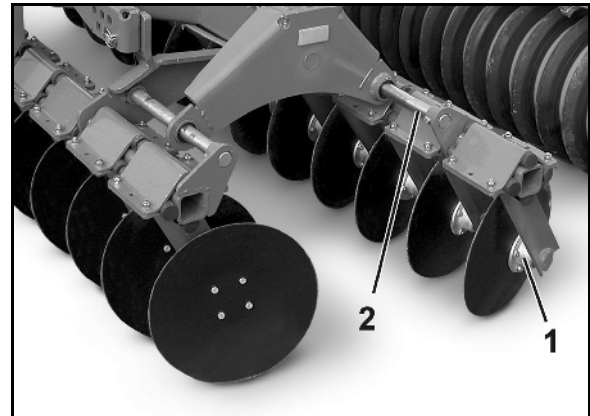

Fig. 10
Die Lagerung der Hohl­scheiben (Fig. 10/1) besteht aus einem zweireihigen Schräg-Kugellager mit Gleitringdichtung und Ölfüllung und ist wartungsfrei.
- ist der Versatz der beiden Scheibenreihen, der über die Verschiebeeinheit (Fig. 10/2) auf Arbeitstiefe und Geschwindigkeit abgestimmt wird.